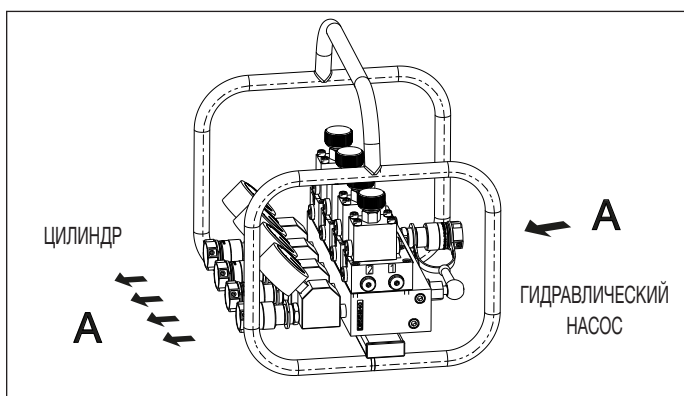

Рисунок 2, Схема подключений коллектора SFM41
- Выдвижение цилиндра: Вращающейся ручкой каждого регулятора расхода выберите необходимый расход на каждый выходной патрубок. Установите перепускной клапан на главном гидравлическом насосе на 1,500 - 2,900 psi [100 - 200 бар] выше, чем рабочее давление в цилиндрах. Работайте гидравлическим насосом и распределительным клапаном так, чтобы поток масла направлялся с регулируемым расходом от гидравлического насоса на входной патрубок «Р» коллектора разделенных потоков. Перед началом операции убедитесь, что клапан опускания закрыт вручную по часовой стрелке. Для выдвижения плунжера поток масла будет направляться от выходного патрубка «А» в большую полость цилиндра (см. рисунок 2).